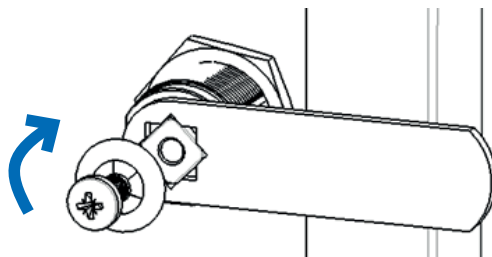

Abbildung 3
Schritt 4 Positionieren Sie den Riegel auf der Rückseite des Schlosses wie gewünscht, montieren Sie die Unterlegscheibe und die Befestigungsschraube wie in Abbildung 3 gezeigt.